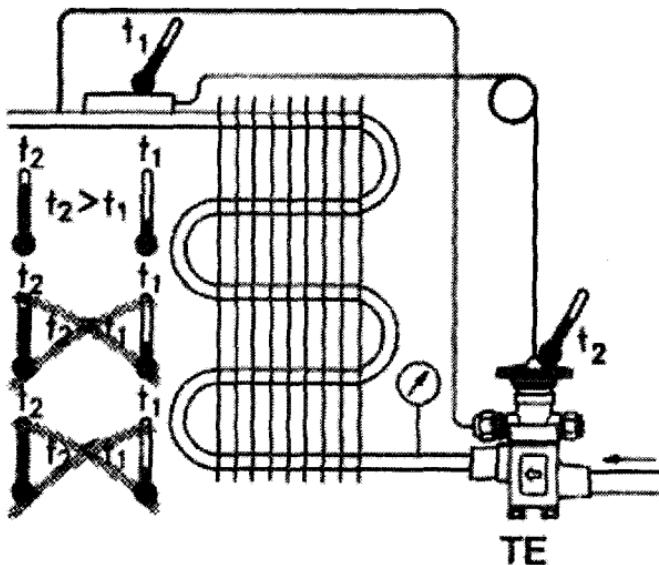

Рис. 5.18. Расположение элементов ТРВ
1. Корпус TPB устанавливается в горизонтальном положении на жидкостной магистрали как можно ближе к испарителю (рис. 5.18). Термосифон TPB должен находиться сверху.